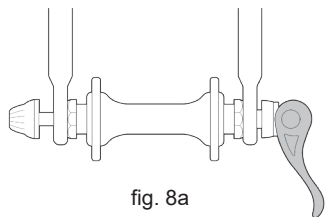

fig. 8a
- Pusta os z wałkiem (szpilką) przebiegającym przez nią, z nakrętką regulującą na jednym końcu i zaciskiem mimośrodowym na drugim (nazywany mimośrodowym systemem zaciskowym lub szybkozamykaczem) (rys. 8a i b).
2. Ze skierowanym do przodu widelcem umieść koło pomiędzy goleniami widelca tak, aby oś znalazła się dokładnie w górnej części mocowań w widelcu. Uchwyt zacisku (jeśli występuje) powinien znajdować się po lewej stronie roweru, patrząc od strony rowerzysty (rys. 8a). Jeśli rower jest wyposażony w drugie mocowanie zaciskowe, zablokuj je.
3. Jeśli rower jest wyposażony w tradycyjny mechanizm z zaciskiem mimośrodowym, trzymając prawą ręką uchwyt zacisku w pozycji OTWARTEJ (OPEN) (rys. 11b), dokręć mocowanie, regulując lewą ręką nakrętkę do momentu wyczucia oporu (rys. 8a). Jeśli